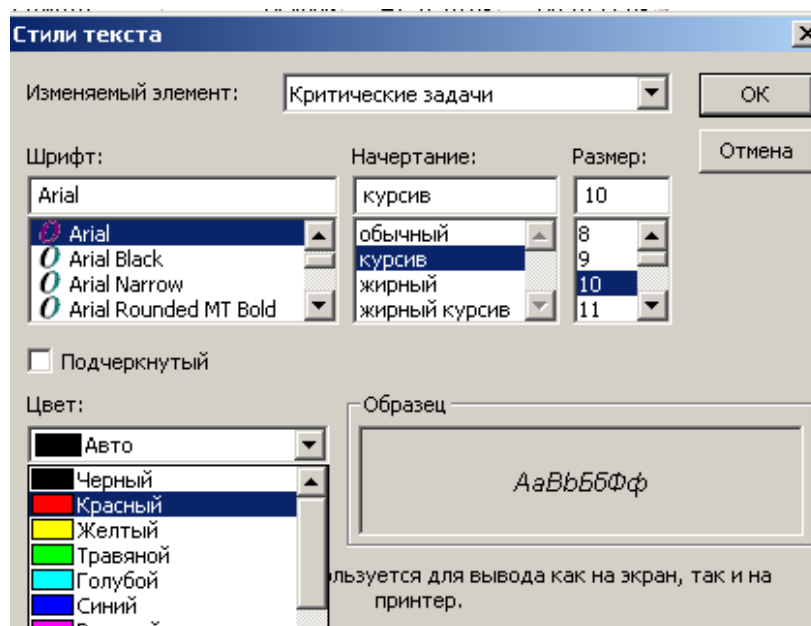

Рис. 2.26. Диалог Text Styles (Стили текста)
- Выберите команду меню **Format** ⇒ **Text Styles** (Формат ⇒ Стили текста). На экране появится диалог **Text Styles** (Стили текста) (рис. 2.26).